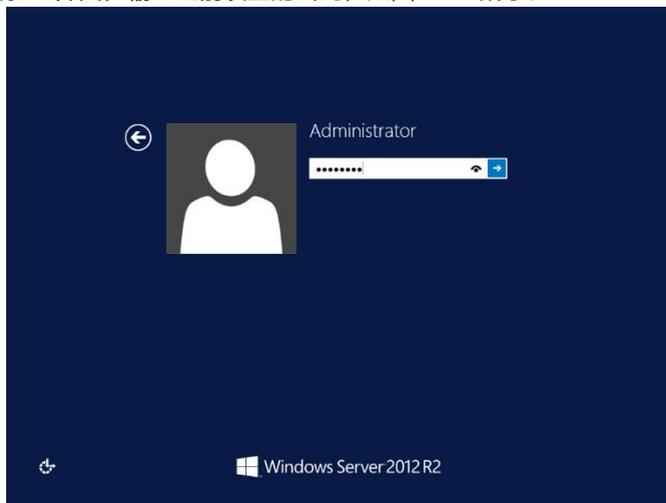

图 6-17
- r. 进入密码验证界面，输入之前设置的密码，如图 6-17 所示。